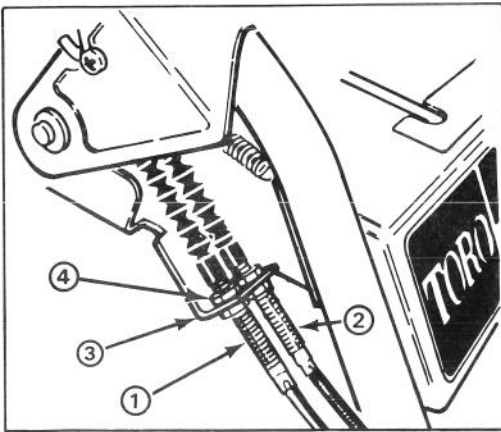

Abbildung 26
3. Die obere, das Räumwerk-/Gebläse-Kabel an die Befestigungsschelle festhaltende Gegenmutter lösen (Abb. 26).
EINSTELLEN DES FAHRANTRIEBSRIEMENS (Abb. 26)